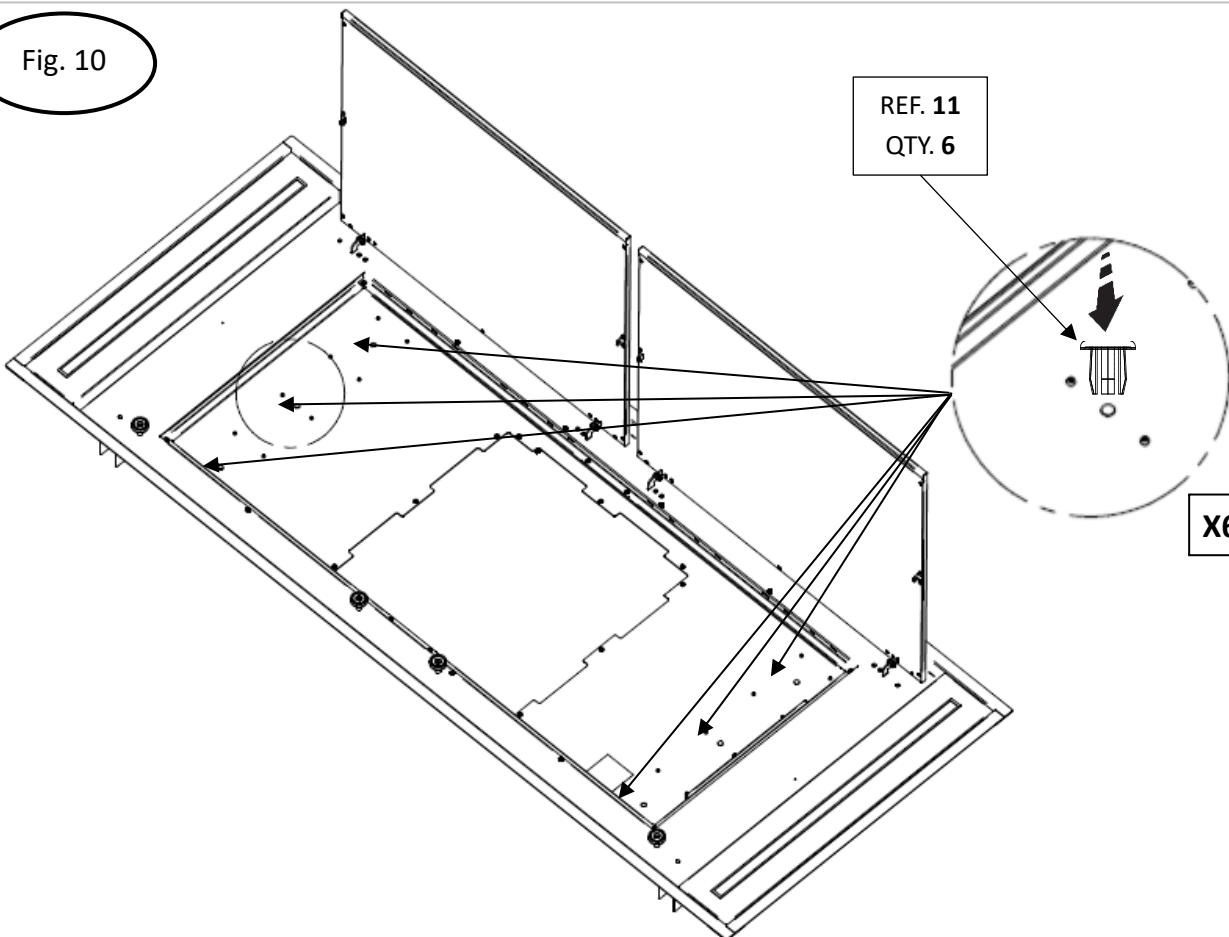

Fig. 11
- Montez les supports de fixation rapide en utilisant les 4 trous situés sur le fond. Insérez la vis métrique dans le trou, en même temps sur la face arrière du capot, insérez le ressort dans le corps de la vis et vissez-le dans le support (fig.11).